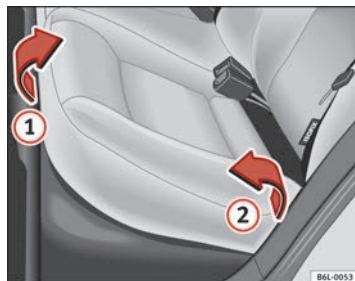
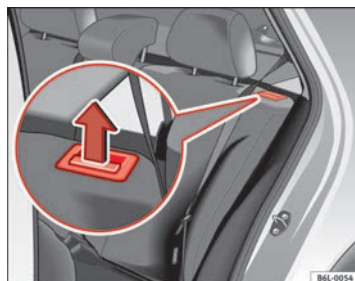

Fig. 74 Levantar el cojín del asiento trasero
Fig. 75 Tecla de desbloqueo del respaldo trasero
- Tire del borde delantero del cojín del asiento ⇒ fig. 74 ① hacia arriba en la dirección de la flecha.
- Levante el cojín ② hacia adelante en la dirección de la flecha.
- Tire de la tecla de desbloqueo ⇒ fig. 75 en la dirección de la flecha y abata el respaldo hacia adelante.